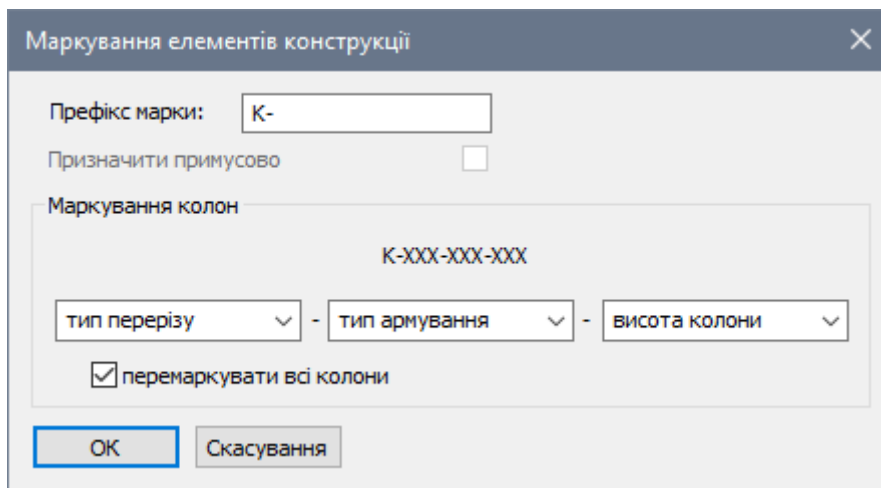

Рис. 27.7. Діалогове вікно **Маркування елементів конструкції**
- У діалоговому вікні **Маркування елементів конструкції** (рис. 27.7) задайте наступні параметри: